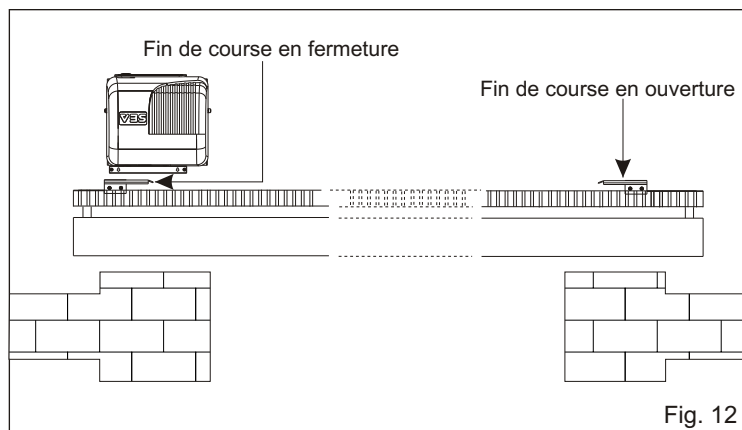

Fig. 12
6.1. Pour l'insallation du fin de course en ouverture (Fig. 12), il faut suivre les instructions reportées au-dessous:
6.2. Pour l'installation et le réglage du fin de course en fermeture (Fig. 12), suivre les instructions reportées au-dessous: